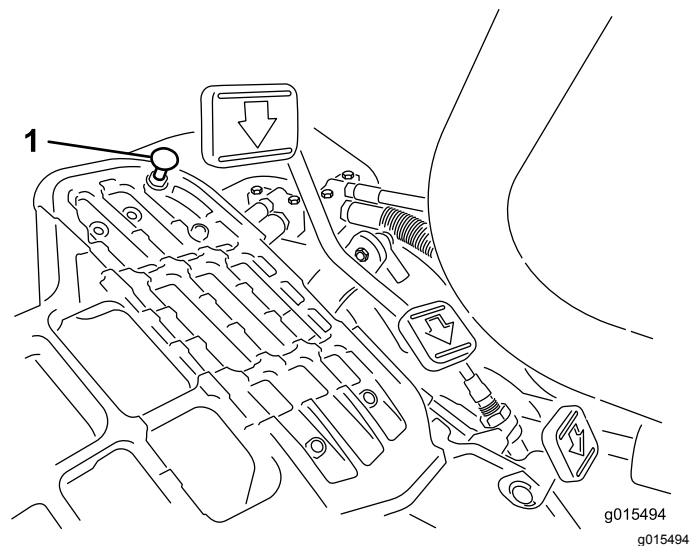

Figura 36
di TRASFERIMENTO e premete il pedale di trazione. Se il pedale tocca il fermo (Figura 36) prima che avvertiate la tensione sul cavo, effettuate la seguente procedura di regolazione:
1. Spostate la leva di comando delle funzioni in posizione di TRASFERIMENTO e allentate il dado di bloccaggio che fissa il fermo del pedale alla piastra di appoggio (Figura 36).